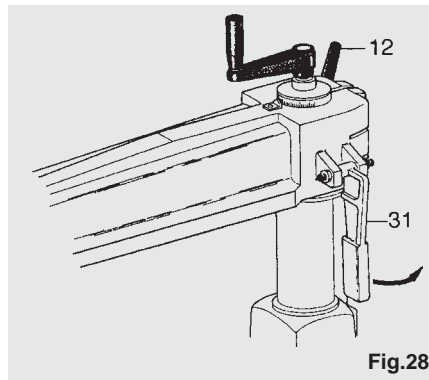

Fig.28
For drejning af bærearman på søjlen henvises der til fig. 28, hvor man ser det selvcentrerende låsehåndtag (31) og spændegrebet (12) som skal løsnes og spændes. Låsehåndtaget (31) må kun drejes op og ned når spændegrebet (12) er løsnet, for at man kan udnytte låsehåndtagets selvcentrerende funktion.